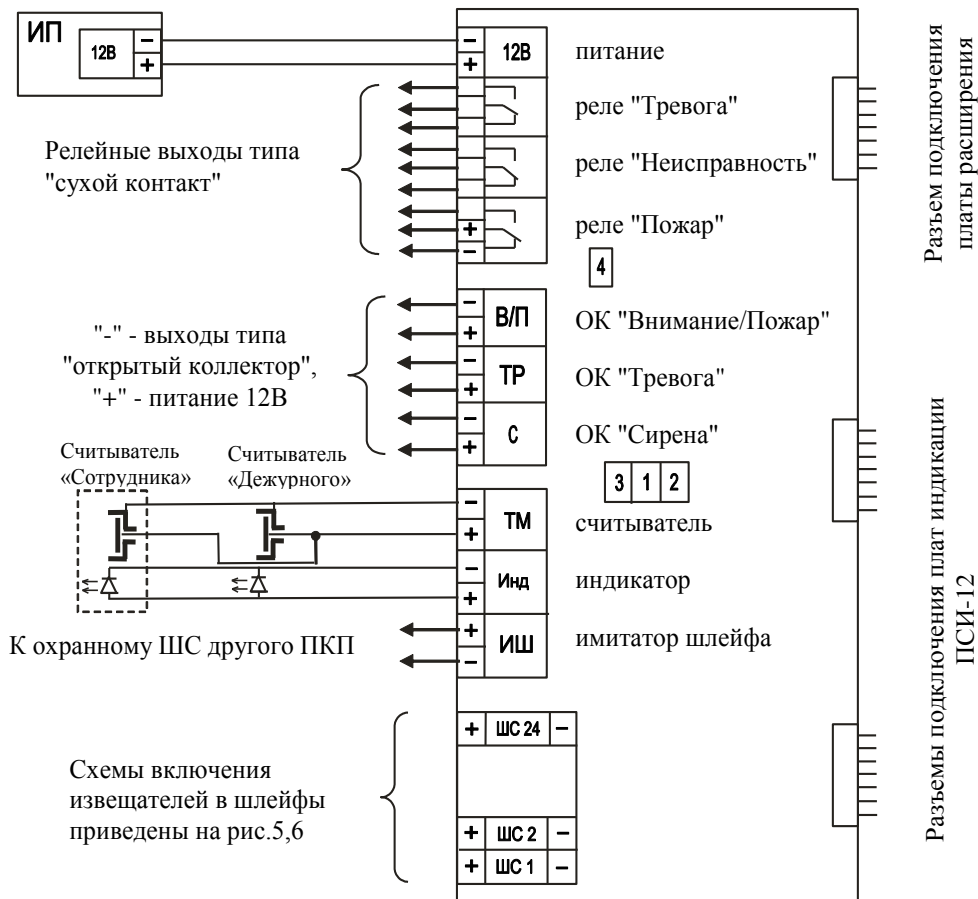

Рис.3. Схема электрическая подключения ПКП. Назначение переключек 1-4 описано в п.5.1.6.
5.1.3. Количество охранных ШС может составлять 0,6,12,24, остальные - пожарные. Соотношение пожарных и охранных ШС устанавливается переключками в соответствии с таблицей 2 и рис.3. Охранным ШС соответствуют младшие номера шлейфов, пожарным ШС - старшие.
5.1.5. На центральной плате (рис.3) расположены клеммы:
5.1.6. На центральной плате рис.3 расположены переключки (джамперы):
ВНИМАНИЕ! При отсутствии шлейфа управления реле "Пожар" необходимо установить джампер отключения контроля ШУ (джампер №4 на рис.3) - см. п.5.1.6.